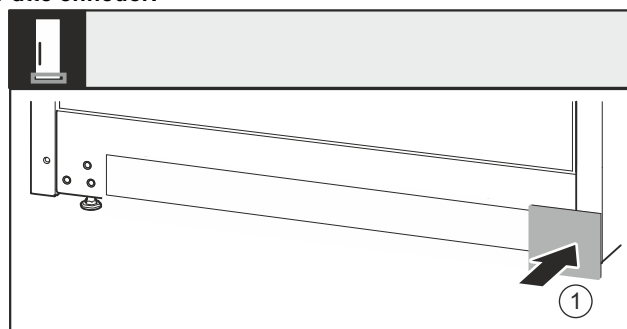

Fig. 38
- ▶ Påsæt afdækningen Fig. 38 (1) igen på den anden side.